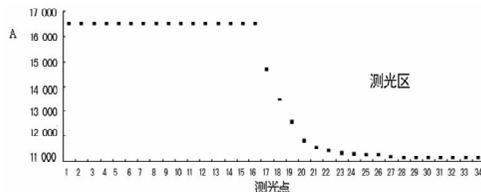

图 1 异常反应曲线
朗道定植生化质控血清实际检测值为 36 U/L,与理论靶值相符;高值 ALT 患者血清标本检测值初测为 2 U/L,并伴有结果异常的提示信息,用生理盐水 10 倍稀释后测得最终结果为 3 640 U/L,见图 1、2。
3.2 从图 1 可以看出,由于患者血清的 ALT 浓度过高,丙酮酸大量生成使第 2 步反应加速,在延迟区大部分的 NADH 已被耗尽^[2]。在到达测光区时 ALT 反应曲线几乎成为 1 条平坦的直线,吸光度变化已经极小甚至没有变化,测量值远低于实际值,这就造成了结果的失真。